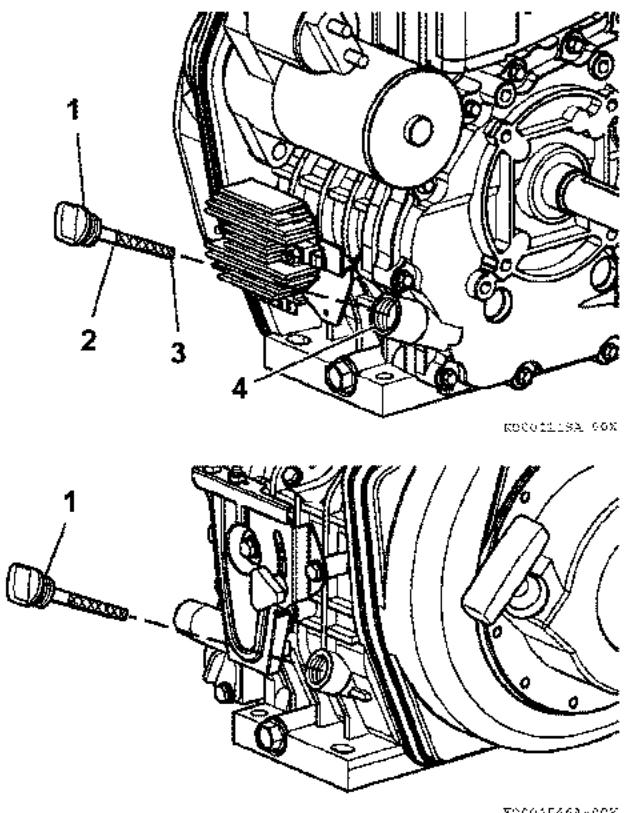

Рисунок 25
10. Моторное масло доливается через маслоналивную горловину по мере необходимости, чтобы уровень масла находился между верхней отметкой максимум (Рисунок 25, (2)) и нижней отметкой минимум (Рисунок 25, (2)) крышки маслозаливной горловины / щупе для измерения уровня масла (Рисунок 25, (2)).
15. Поставить крышку маслозаливной горловины / щуп для измерения уровня масла на место (Рисунок 25, (1)) и затянуть рукой. Слишком сильная затяжка может повредить крышку маслозаливной горловины / щуп для измерения уровня масла. Если моторное масло пролилось, протрите его чистой тряпкой.
13. Поставить крышку маслозаливной горловины / щуп для измерения уровня масла на место (Рисунок 25, (1)) и затянуть рукой. Слишком сильная затяжка может повредить крышку маслозаливной горловины / щуп для измерения уровня масла. Если моторное масло пролилось, протрите его чистой тряпкой.